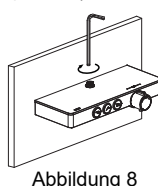

Abbildung 8
- Bringen Sie die Glasabdeckung wieder an und verbinden Sie den Anschluss der Steigleitung wieder mit dem Thermostat-Duschpaneel (Abbildung 8).